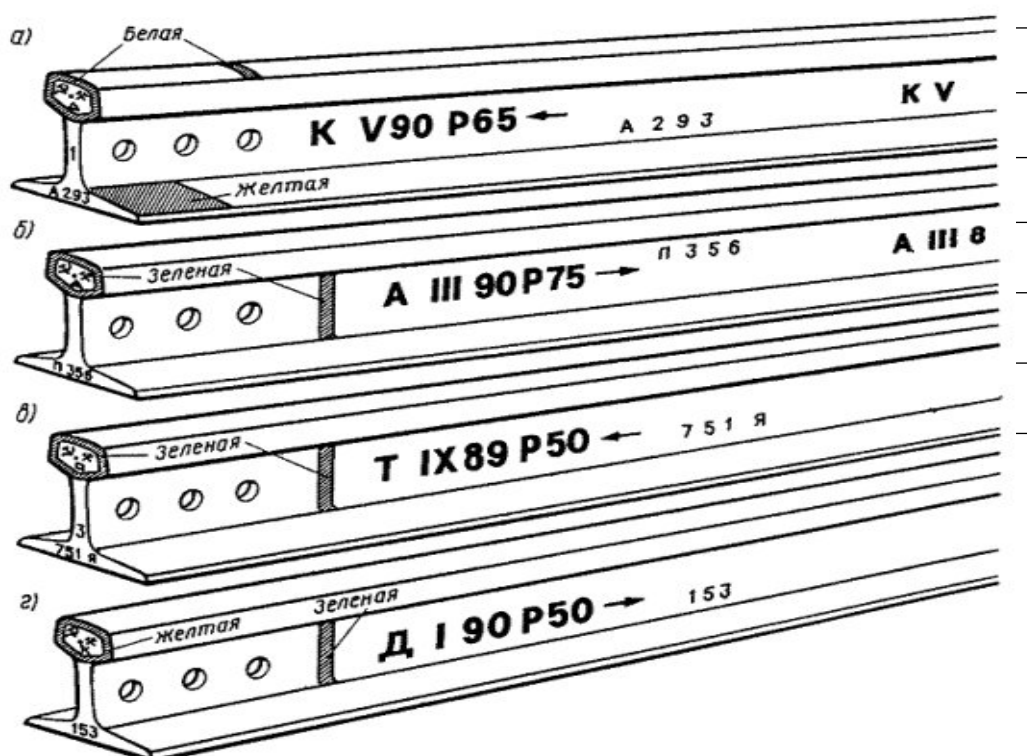

Рис. 4.1 Маркировка рельсов
2. На основании исходных данных описать маркировку рельсов (таблица 4.2, рис.4.1)